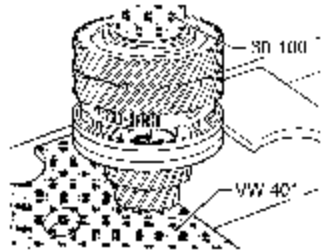

图 9-82 压入 5 挡齿轮
(13) 压入第 5 挡齿轮时，较高的凸肩指向倒挡，如图 9-82 所示。